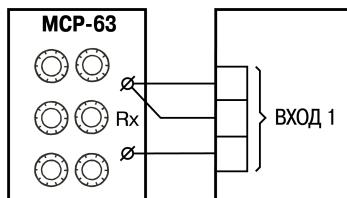

Рисунок 8.1 – Схема подключения магазина сопротивлений при юстировке
- Подключить к Входу 1 прибора вместо датчика магазин сопротивления типа MCP-63 (или подобный ему с классом точности не ниже 0,05), установив на нем значение 50,000 Ом. Соединить магазин с прибором по трехпроводной схеме (см. рисунок 8.1). Сопротивления проводов линии должны быть одинаковы и не должны превышать 15,0 Ом.